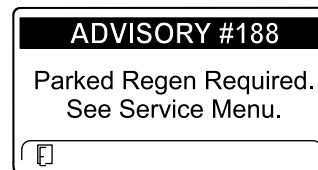

Figure 48
- ADVISORY #188 (avis n° 188), demande de régénération en stationnement (Figure 48)